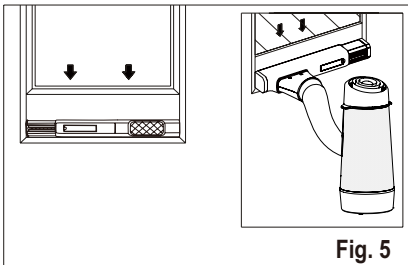

Fig. 5
3. Installer vindussettet på vinduet og skyv adapter B inn i glidestykksettet for vindu og tett. (Fig. 5 og 6)